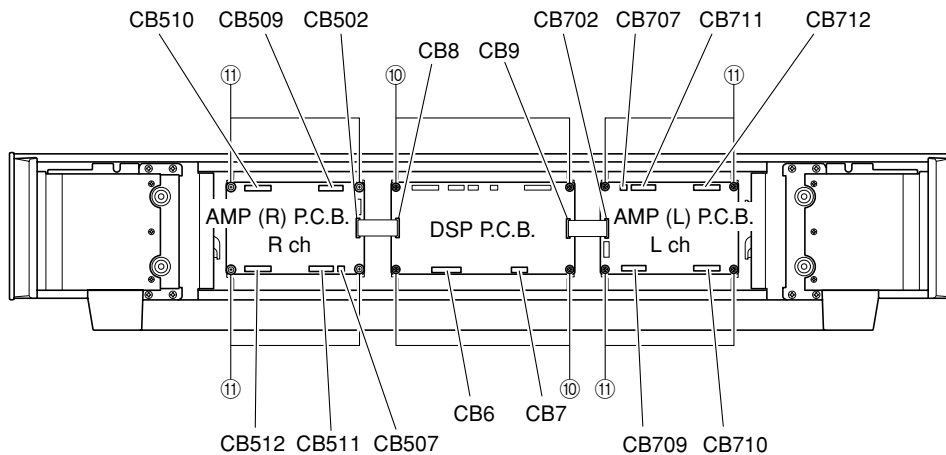

Fig. 5
4. Removal of DSP P.C.B., AMP (L) and (R) P.C.B.s
- a. Remove 4 screws (⑩). (Fig. 5)
- b. Remove CB6, CB7, CB8 and CB9. (Fig. 5)
- d. Remove 8 screws (⑪). (Fig. 5)
- e. Remove CB507, CB509, CB510, CB511, CB512, CB707, CB709, CB710, CB711 and CB712. (Fig. 5)
- f. Remove the AMP (L) and (R) P.C.B.s.
- a. ⑩のネジ4本を外します。(Fig. 5)
- b. コネクター CB6～9を外します。(Fig. 5)
- d. ⑪のネジ8本を外します。(Fig. 5)
- e. コネクター CB507、CB509～512、CB707、CB709～712を外します。(Fig. 5)